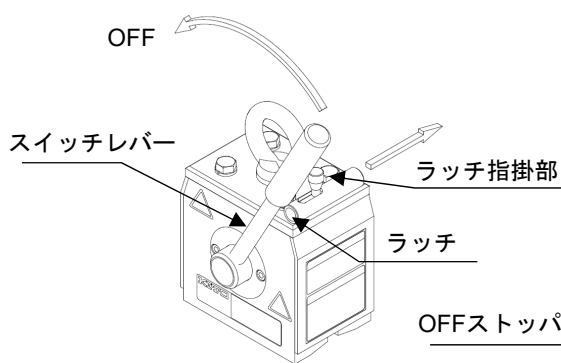

図10-3 KRD8、KRD16
⑧ 周囲を確認後、つり荷を下ろし接地させます。
⑨ 完全に接地したことを確認し、ラッチのロックを外します。スイッチレバーを握り、以下の操作を行います。
- ・ KRD8、KRD16・・・ラッチの指掛部に指を掛けてラッチを本体側に押し込む。図10-3